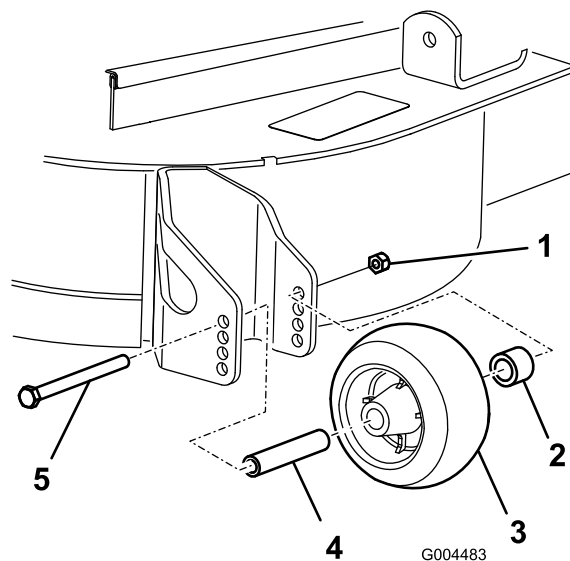

Figura 22
Nota: Serrate a 54–61 Nm (Figura 22).
- Dopo avere regolato l'altezza di taglio, regolate i rulli togliendo il dado flangiato, la boccola, il distanziale ed il bullone (Figura 22).